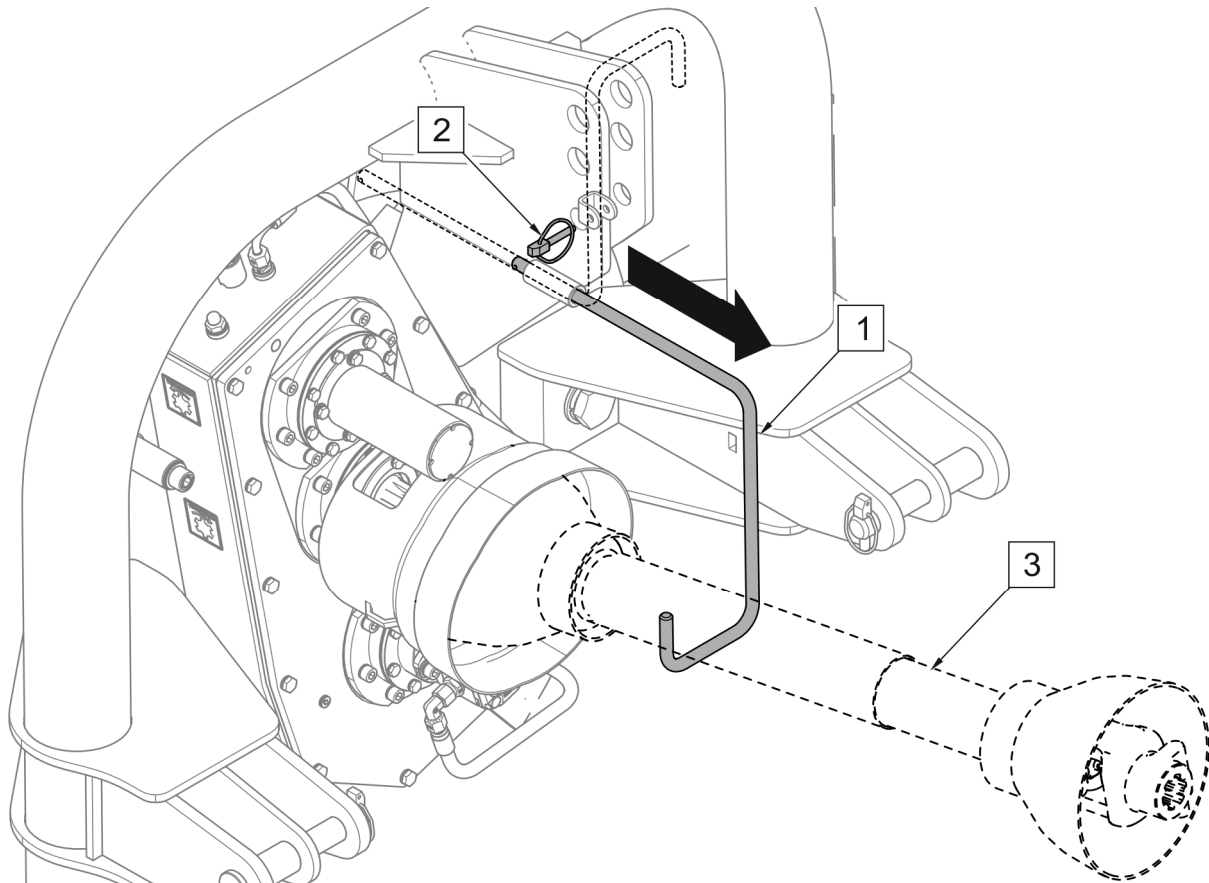

РИСУНОК 4.20 Кронштейн вала отбора мощности машина, установленная на передней трехточечной навеске
- 6) Отсоединить вал отбора мощности и установить их на кронштейн (РИСУНОК 4.20).